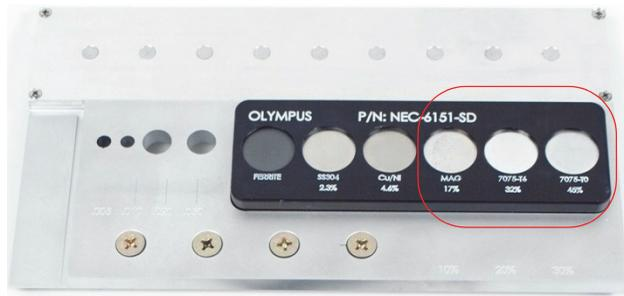

图 5-79 标准试块上用于电导率评价的部分
6. 将探头放置在 45 % 电导率样件上（参见第 172 页的图 5-79），然后按住自动提高/平衡键（），激活自动提高功能。